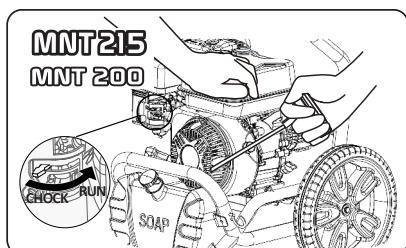

Fig.10
- ▶ En tenant la machine avec la main, tirez lentement sur la poignée de rappel (cordon du lanceur) jusqu'à ce que vous sentiez une résistance, puis tirez rapidement avec force (fig. 10 et fig. 10 bis)
Fig.10 bis